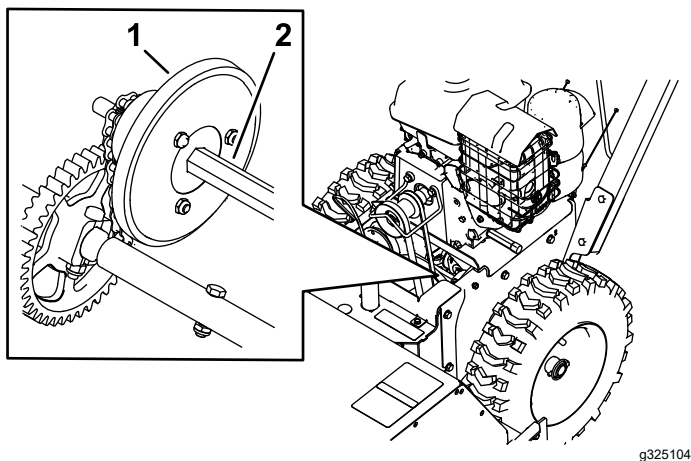

Bild 24
4. Tauchen Sie einen langen, sauberen, schmalen Pinsel in KFZ-Motoröl und fetten Sie die Sechskantwelle leicht ein (Bild 24).
Wichtig: Achten Sie darauf, dass kein Öl auf das Gummirad oder die Aluminium-Abriebplatte gelangt, da der Fahrtrieb sonst rutscht (Bild 24).